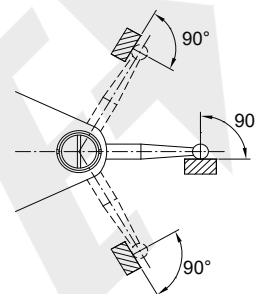
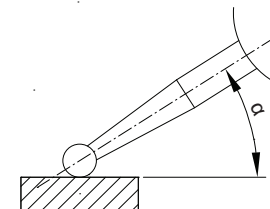

fig.4
fig.5
- Durante la medición, los palpadores deben estar en posición vertical con respecto a la dirección de medición (fig. 4). Cuando el palpador forma un ángulo con la dirección de medición (fig. 5), se debe realizar la siguiente corrección.